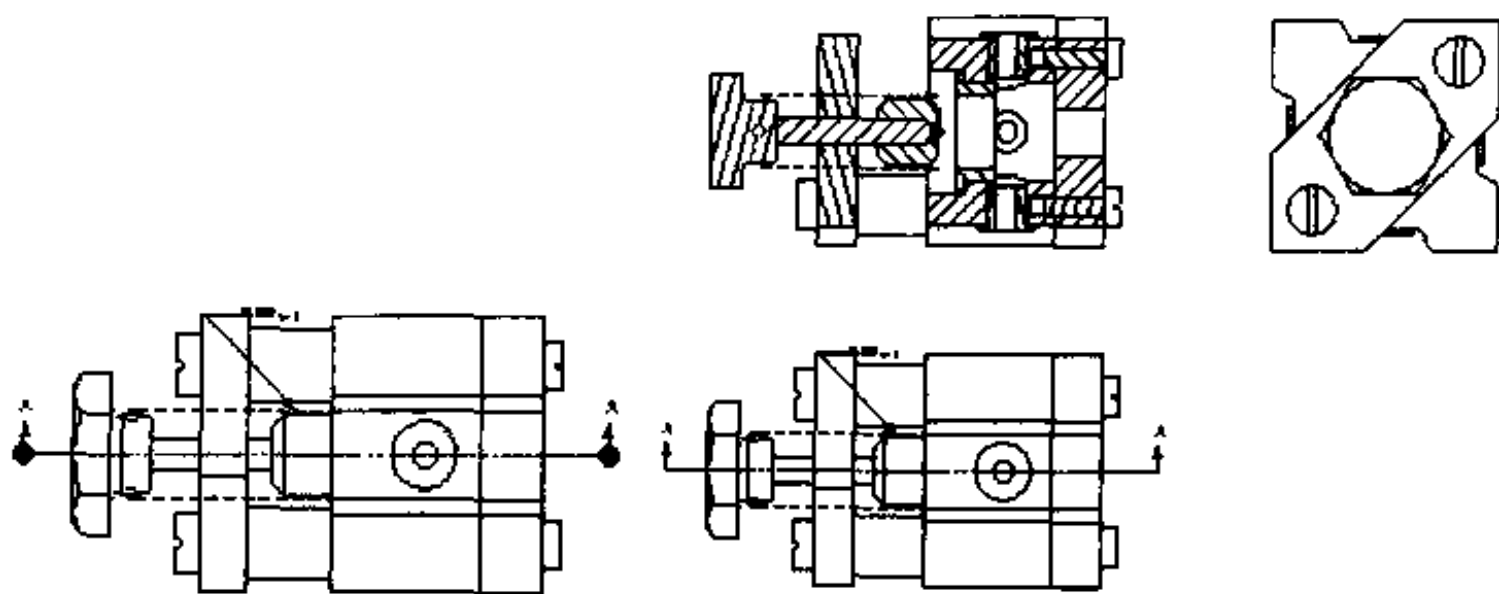

图 3.96 生成剖视图
- (1) 单击【剖视图】按钮, 然后将光标移至顶部视图的正中间, 确定后, 再单击【定位剖视图】按钮, 生成一个剖视图。将光标移至左视图的中间, 单击确定, 结果如图 3.96 所示。